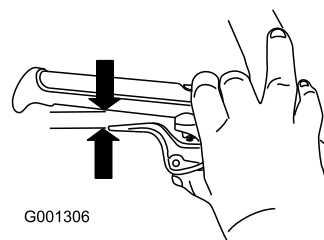

Figura 10
5. Premete a fondo la leva, poi verificate la luce tra la parte inferiore della stegola e l'estremità della leva della frizione ruote (Figura 10).